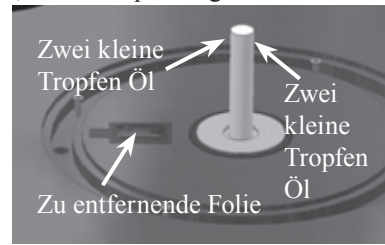

Abbildung 15
13. Entfernen Sie die Schutzfolie auf dem Optosensor an der Oberseite des Plattenspielers. Siehe Abbildung 15.
16. Nehmen Sie das mitgelieferte Plattenspielerlager-Öl und tragen zwei kleine Tropfen Öl auf die oberen Seiten des Vertikallager-Keramikschafes auf. Siehe Abbildung 15.